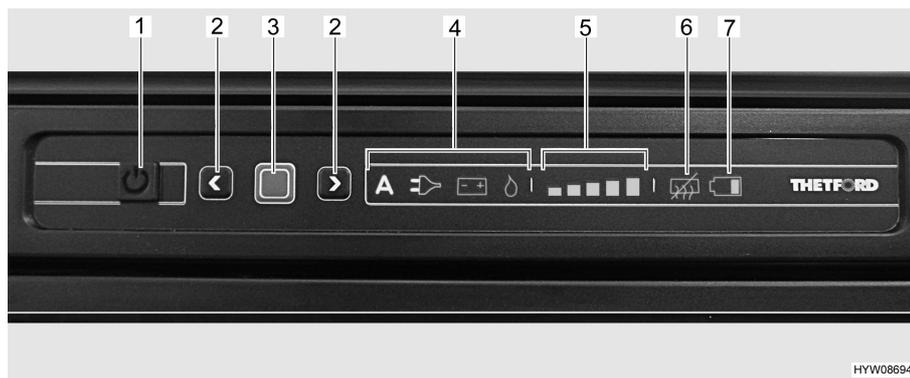

Fig. 76 Boutons de commande pour le réfrigérateur
Lorsque le réfrigérateur est mis en marche, il choisit automatiquement le dernier réglage du thermostat. Ce réglage peut cependant être corrigé manuellement à l'aide des touches fléchées (Fig. 76,2). Les barres lumineuses de l'indicateur du degré de refroidissement (Fig. 76,5) indiquent le réglage sélectionné du thermostat.
La température de réfrigération de tous les trois types d'énergie est réglée avec les touches fléchées (Fig. 76,2). Il faudra attendre quelques heures pour que le réfrigérateur atteigne la température de réfrigération réglée. Il garde toutefois son réglage de température lorsqu'on change d'un mode à un autre. La température de réfrigération est maintenue indépendamment du type d'énergie choisi.
- Appuyer sur la touche Marche/Arrêt (Fig. 76,1) pendant 1 seconde. La touche s'allume en vert. Les affichages s'allument pendant 10 secondes puis sont réduits pour économiser de l'énergie.
- Appuyer sur la touche de confirmation (Fig. 76,3). Le réglage actuel du mode de fonctionnement est affiché.
- Appuyer sur la touche de confirmation (Fig. 76,3) pendant env. 2 secondes. Les symboles des modes de fonctionnement (Fig. 76,4) clignotent.
- Sélectionner le mode de fonctionnement désiré avec les touches fléchées (Fig. 76,2).
- Appuyer sur la touche de confirmation (Fig. 76,3) pendant env. 2 secondes. Les symboles des modes de fonctionnement clignotent.
- Appuyer de nouveau sur la touche de confirmation. L'affichage de l'intensité de réfrigération (Fig. 76,5) clignote.
- Sélectionner la puissance de réfrigération désirée avec les touches fléchées (Fig. 76,2).
- Appuyer sur la touche Marche/Arrêt (Fig. 76,1) pendant env. 2 secondes. Toutes les lampes s'éteignent.
- Appuyer simultanément sur les deux touches fléchées (Fig. 76,2) pendant env. 2 secondes. Le symbole "Anti-condensation éteinte" (Fig. 76,6) s'allume.
- Appuyer simultanément sur les deux touches fléchées (Fig. 76,2) pendant env. 2 secondes. Le symbole "Anti-condensation éteinte" (Fig. 76,6) s'éteint.